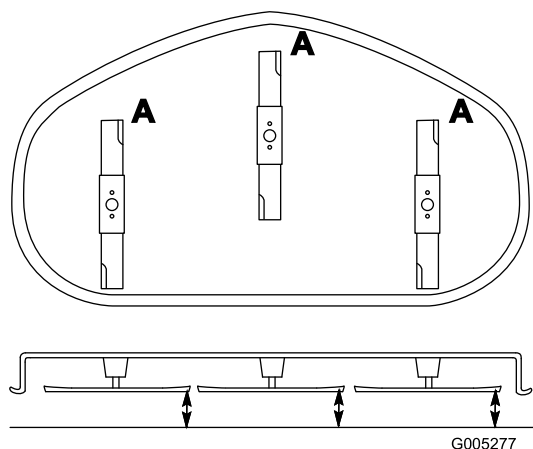

Figura 39
2. Girate le lame fino a disporle in parallelo con la lunghezza della macchina (Figura 39). Misurate da un piano orizzontale fino al tagliente delle lame, posizione **A**, (Figura 39). Prendete nota di questa misura.